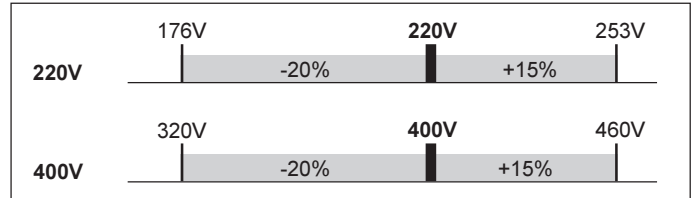

Abb. 1a Toleranzbereich der Netzspannung
Sie können die MW 2600 / 2600CEL / 3000 (AC/DC) bzw. TT2600 / 2600CEL / 3000 (DC) mit einer Netzspannung von 3x400V betreiben. Eine eigene Ausführung der MW3000 bzw. TT3000 ist auch für 3x220V geeignet. Eine elektronische Vorregelung paßt das Gerät der anliegenden Netzspannung, welche innerhalb des Spannungsbereiches lt. Abb. 1a liegen muß, automatisch an.